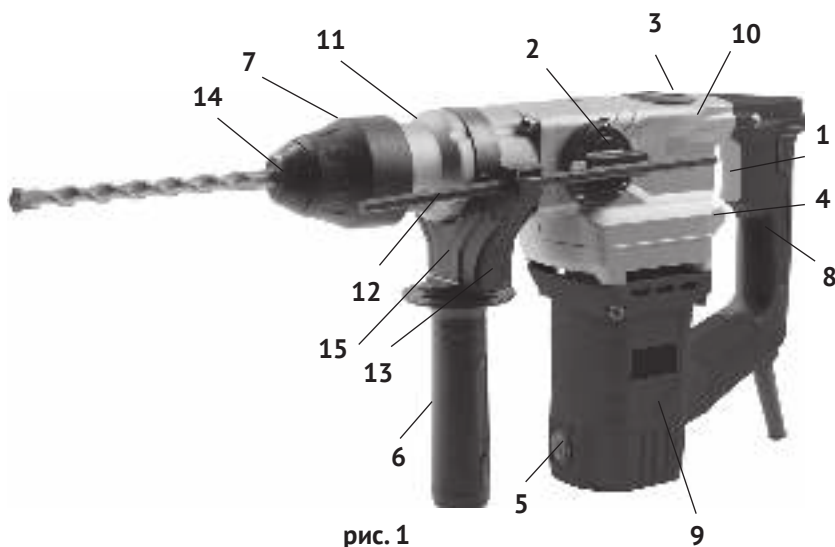

рис. 1
1.6 Общий вид перфоратора представлен на рис.1
1.7 Перфоратор состоит из вертикально расположенного коллекторного двигателя в пластиковом корпусе (рис.1 поз.9) и шестерёнчатого редуктора с кривошипно-шатунным механизмом, расположенных в металлическом корпусе (рис.1 поз.10). Крутящий момент с якоря электродвигателя через систему шестерён, передаётся на вал с патроном SDS – plus (рис.1 поз.7), расположенный перпендикулярно оси двигателя. Вертикальное расположение двигателя упрощает конструкцию редуктора, что увеличивает ресурс перфоратора. Кривошипно-шатунный механизм приводит в действие ударный узел перфоратора. На корпусе редуктора, со стороны рукоятки (рис.1 поз.8), расположен переключатель режимов «сверление с ударом» - «сверление» (рис.1 поз.4).
В зависимости от вида выполняемой работы, в патрон SDS – plus вставляется необходимая насадка (пика, долото, бур) с соответствующим хвостовиком, или переходник SDS-plus/сверлильный патрон для установки сверлильного патрона (входят в комплект поставки), если необходимо работать только в режиме «сверление». Дополнительная рукоятка (рис.1 поз.6) хомутом суппорта (рис.1 поз.15) крепится на корпусе ствола (рис.1 поз.11). Фиксируется, закручиванием рукоятки по часовой стрелке, в любом положении (от 0° до 360°), что удобно пользователю, как «правше», так и «левше».
В отверстие суппорта дополнительной рукоятки вставляется, при необходимости, стержень-ограничитель глубины сверления (рис.1 поз.12).
1.8 Клавиша выключателя (рис.1 поз.1) расположена в передней части основной рукоятки (рис.1 поз.8), крепящейся: к корпусу двигателя – нижней частью и к редуктору – верхней частью. Включение/отключение инструмента осуществляется нажатием/отпуском клавиши выключателя. Силой, приложенной к клавише, регулируется число оборотов двигателя, а, следовательно, и частота ударов в режимах «сверление с ударом» и «удар».
Сбоку, на корпусе редуктора (рис.1 поз.10) расположен переключатель режимов работы (рис.1 поз.2). Он фиксируется в одном из двух положений, отмеченных символами: «сверло с молотком» - сверление с ударом, «молоток» - долбление (без вращения). Нажав фиксатор в торце ручки переключателя, поворотом ручки со стрелкой, совместить с нужным символом. Достигнув нужного положения, фиксатор возвращается в исходное положение, закрепляя ручку в выбранном положении.
В верхней части редуктора находится пластиковая крышка смазочного окна (рис.1 поз.3). Перед каждым использованием инструмента, ключом (входит в комплект поставки) отвернуть крышку, проверить наличие смазки на кривошипно-шатунном механизме, при необходимости добавить из ёмкости, входящей в
На редукторе, ниже клавиши выключателя, находится переключатель режимов работы (рис.1 поз.4) с двумя фиксированными положениями: «сверло с молотком» - сверление с ударом и «сверло» - сверление. Соответствующие символы нанесены на рычаге переключателя.
2.2.1 Выбрать насадку, для предполагаемого вида работы и зафиксировать её в патроне. Для установки нужной насадки: отвести стопорную втулку патрона (рис.1 поз.7) назад (указано стрелкой), вставить, находя нужное положение поворотом вокруг своей оси, насадку в патрон (приблизительно на 40 мм), отпущенная втулка, смещаясь вперёд за счёт пружины, зафиксирует насадку в патроне.
- при необходимости, в отверстие суппорта (рис.1 поз.15), вставить стержень-ограничитель глубины сверления (рис.1 поз.12), нажав на кнопку фиксации (рис.1 поз.13);
- включение перфоратора осуществляется нажатием на клавишу выключателя (рис.1 поз.1);
- при работе в режиме сверление без удара, переключатель (рис.1 поз.4) установить в положении «сверло», а переключатель (рис.1 поз.2) в положении «сверло с молотком». При этом режиме перфоратор может работать с патроном SDS – plus, но, как правило, устанавливается ключевой патрон;
- при работе в режиме сверление с ударом, переключатель (рис.1 поз.4) в положении «сверло с молотком», и переключатель (рис.1 поз.2) в положении «сверло с молотком»;
- при работе в режиме долбление, переключатель (рис.1 поз.4) в положении «сверло с молотком», а переключатель (рис.1 поз.2) в положении «молоток».
3.2 Для замены щёток необходимо открутить крышки щёткодержателей (рис.1 поз.5), расположенные с двух сторон в нижней части корпуса двигателя. Извлеките щётки из щёткодержателей и замените их новыми. Щётки следует заменять парой для обеспечения равной степени их давления на коллектор якоря.